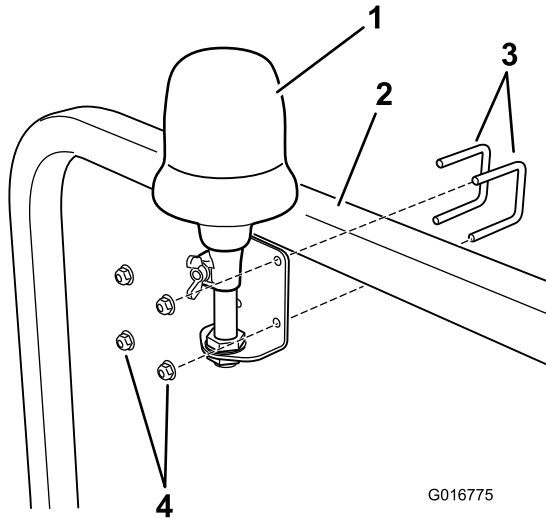

Figura 3
3. Sujete el soporte de la baliza firmemente a la barra del ROPS con los 2 pernos en U y las 4 contratuercas del kit (Figura 3).